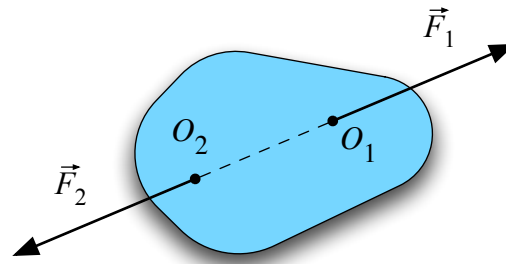

FIGURE 6 – Équilibre d'un corps soumis à deux forces
**Expérience 1.3** Nous allons appliquer deux forces  $\vec{F}_1$  et  $\vec{F}_2$  à un corps très léger de sorte que son poids soit négligeable par rapport aux intensités des forces  $\vec{F}_1$  et  $\vec{F}_2$  (figure 6).